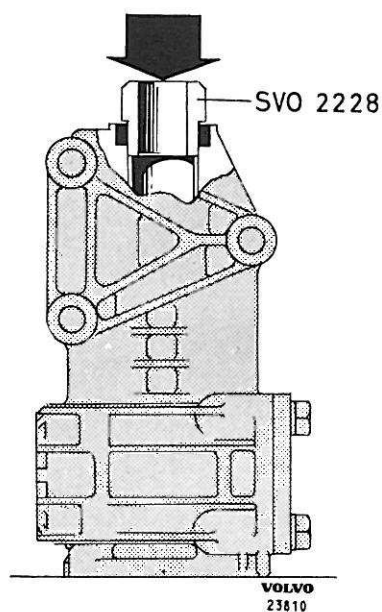

Figure 51. Montage de la bague de l'axe porte-galet
1. Enfoncer les bagues de l'axe porte-galet en place, chacun de son côté, en se servant du mandrin SVO 2228 et de la poignée de base SVO 1801, voir figure 51. Réalésier les bagues